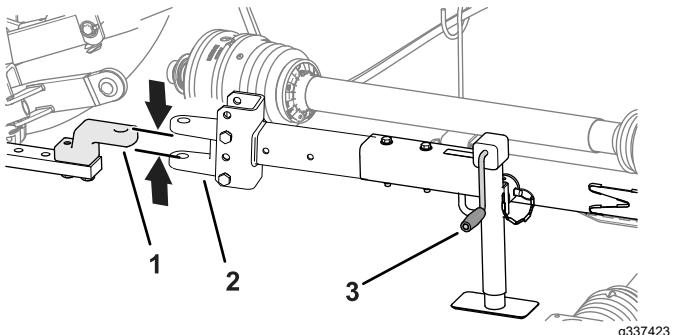

Рисунок 28
- С помощью рукоятки домкрата поднимайте или опускайте домкрат буксировочной штанги до совмещения ее с тяговым бруском или поворотным сцепным устройством (Рисунок 28).
3. Совместите тяговый брус или поворотное сцепное устройство буксируемого автомобиля с буксировочной штангой газонокосилки (Рисунок 28).